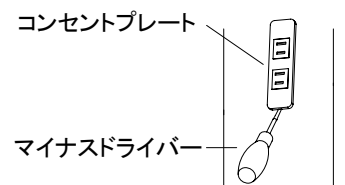

図10-10
①コンセントプレートをマイナスドライバーではずしてください。(図10-10)